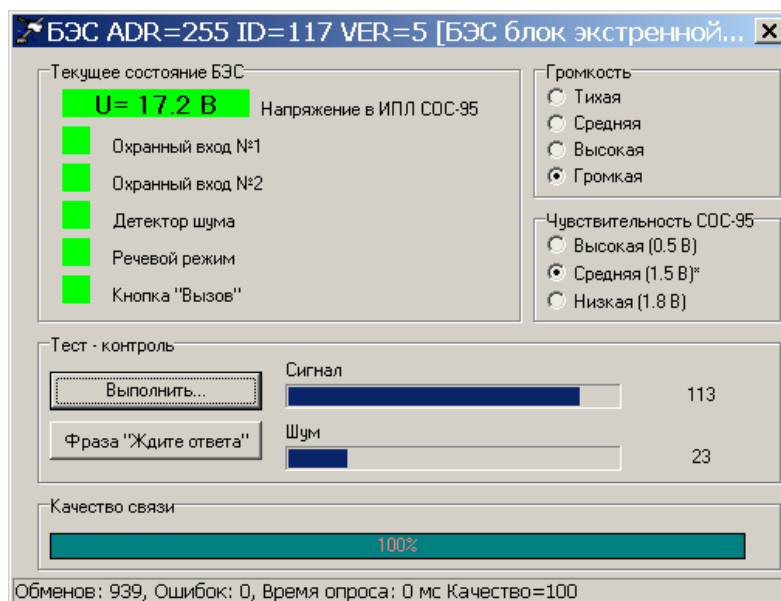

Рисунок 21
4) Выполнить автоматическую проверку голосового канала при помощи встроенного тест-контроля. При отсутствии внешнего шума в месте расположения БЭС, когда детектор шума зеленый, нажать кнопку «Выполнить» и проверить индикацию уровня сигнала и шума, полученного от БЭС (рисунок 21).